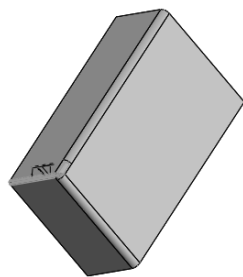

图 9-97 完成的焊接
- 05 单击属性管理器中的确定按钮，即完成焊接的边角特征的创建，如图 9-97 所示。